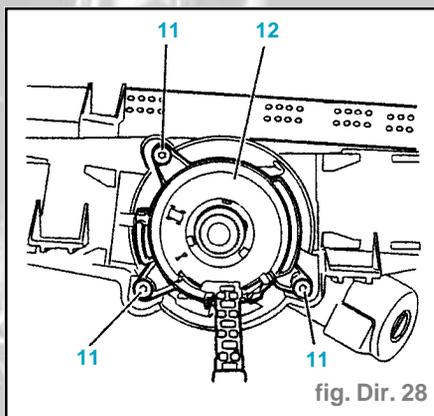

fig. Dir. 28
- Déposer les fixations (**11**) (fig. Dir. 28).
- Déposer le contacteur tournant (**12**) (fig. Dir. 28).